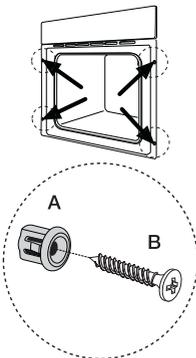

Abb. 8
2. Die vier mit dem Gerät mitgelieferten Abstandhalter in die Bohrungen des Rahmens einsetzen (Abb. 8 - A) und den Backofen mit vier Holzschrauben am Möbel befestigen (Abb. 8 - B).